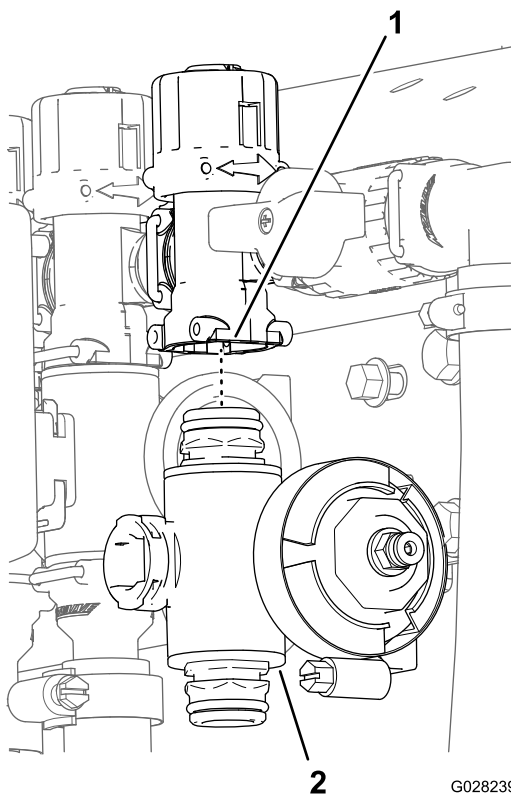

Bild 75
3. Entfernen Sie für die linken oder rechten Abschnittventile die Bundkopfschrauben und Sicherungsbundmuttern, mit denen die Abschnittventile an der Ventilbefestigung befestigt sind. Entfernen Sie die Ventilverteiler für das mittlere Abschnittsventil von der Maschine; entfernen Sie den Abschnittsventilverteiler von der Maschine (Bild 75).